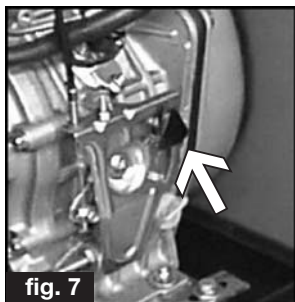

fig. 7
- 1) Model W180 (YANMAR Motor): Vip acceleratorhåndtaget, placeret på motoren (se fig. 7), tilbage opad. Vent til motoren er helt standset og drej så nøglen over i "OFF" position.